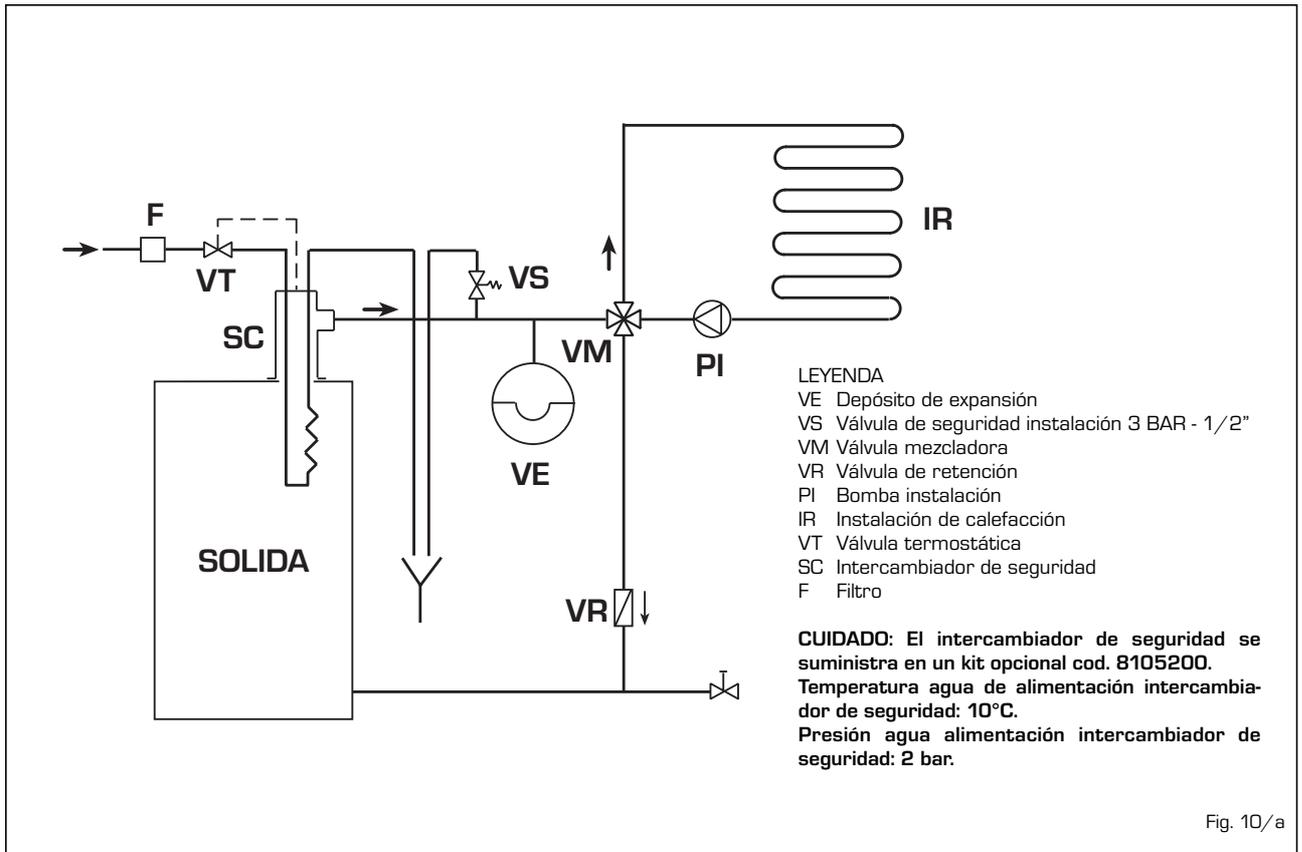

Fig. 10/a
- La instalación a la cual se conecta la caldera tiene que poseer preferentemente un sistema con depósito de expansión tipo abierto (fig. 10).